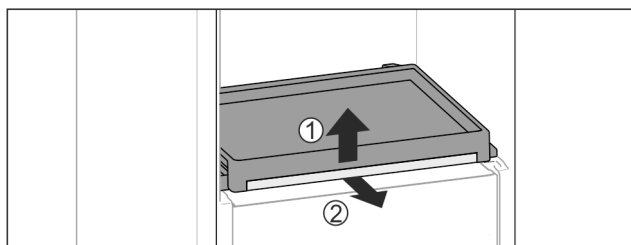

Fig. 31
- Vyjměte vysouvací přihrádku se skleněnou deskou: Skleněnou desku vpředu lehce nadzvedněte Fig. 31 (1) a vytáhněte dopředu Fig. 31 (2).